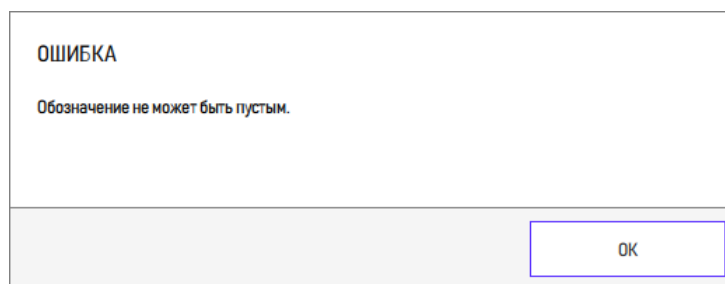

Рисунок 90 – Сообщение об ошибке при пустом обозначении
5) Если не было введено никакое значение, появится сообщение об ошибке (рисунок 90).